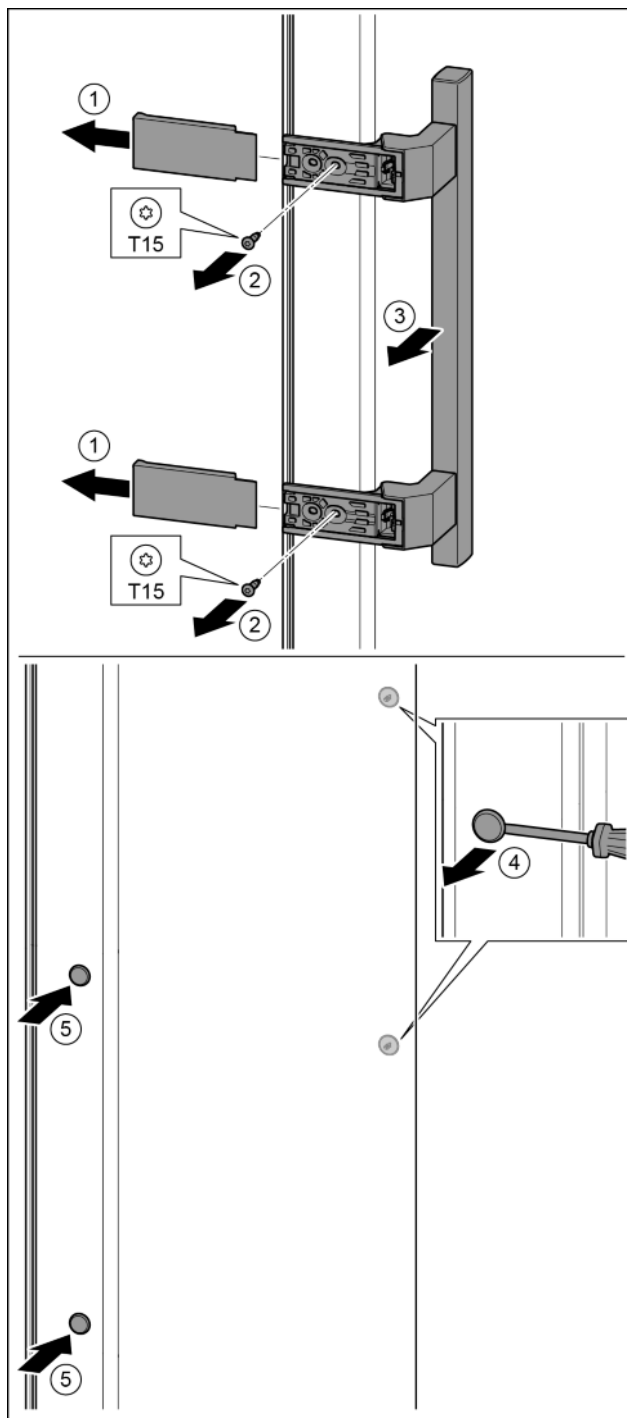

Fig. 18
- Зніміть кришку. Fig. 18 (1)
- Викрутіть гвинти за допомогою викрутки T15. Fig. 18 (2)
- Зніміть ручку. Fig. 18 (3)
- За допомогою шліцевої викрутки обережно підійміть бокову пробку та витягніть її. Fig. 18 (4)
- Знову вставте пробку з іншого боку. Fig. 18 (5)